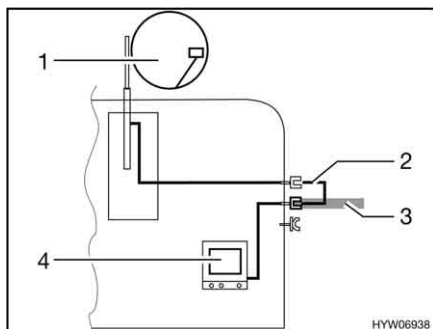

Fig. 74 TV nel veicolo
- TV nel veicolo (Fig. 74,4): Collegamento all'antenna del tetto (Fig. 74,1) con cavo di collegamento (Fig. 74,2)
- TV nel veicolo (Fig. 74,4): Collegamento a antenna esterna (Fig. 74,3)